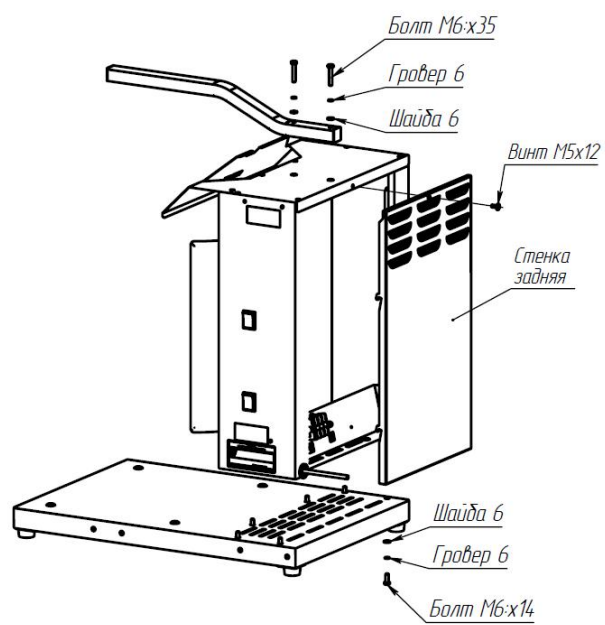
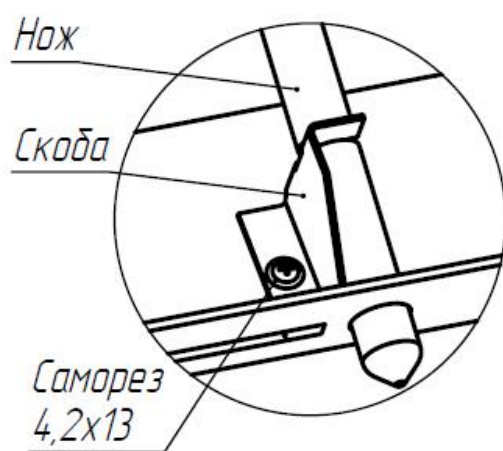
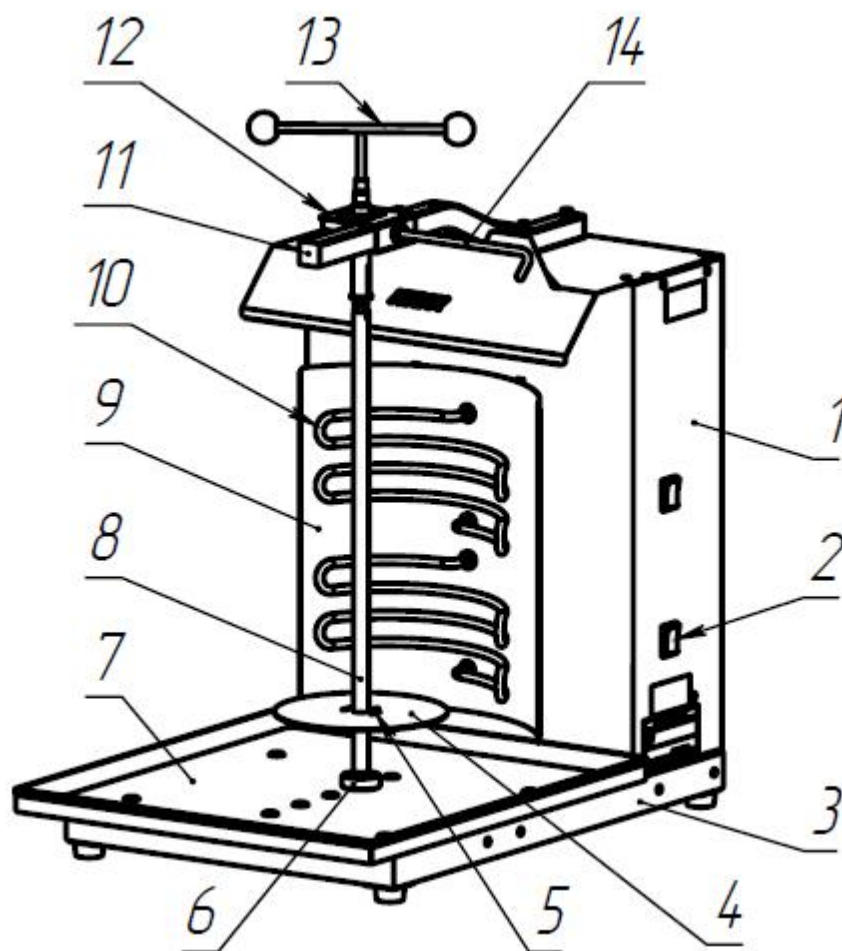

Рис.1
Рис. 2
Рис. 4
4.2. Снять стенку заднюю. Для этого открутить винт М5х12 (рис.1), затем приподнять стенку вверх и подать на себя.
4.3. Вынуть из корпуса нож, открутив саморез 4,2х13 (рис.2) и удалив скобу, крепящую нож. Установить стенку заднюю на место (вставить в проем, приподняв вверх под крышку, и затем опустить ее, прижимая к корпусу, чтобы крючки вошли в отверстия). Закрепить стенку заднюю винтом М5х12 (рис.1).
4.4. Соединить штангу (11) (рис.4) с корпусом (1) с помощью двух болтов М6х35 с шайбами (рис.1).
4.6. Корпус установки положить горизонтально на стол. Соединить корпус установки с основанием с помощью шести болтов М6х14 с шайбами (рис.1).
4.7. Поставить собранную установку в вертикальное положение. Разместить держатель ножа (12) на штанге (11) и закрепить его с помощью фиксатора стопора (14) (рис.4).